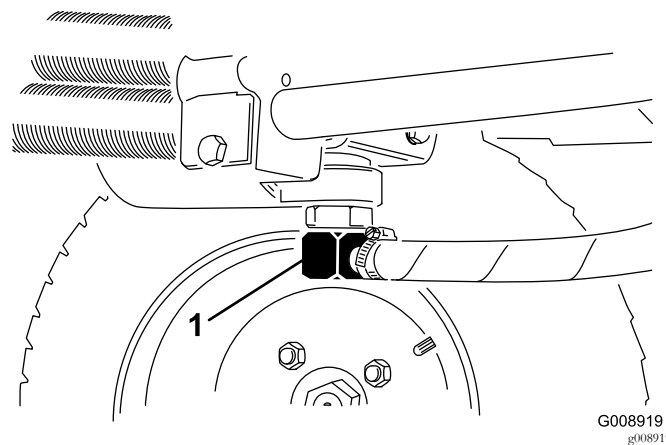
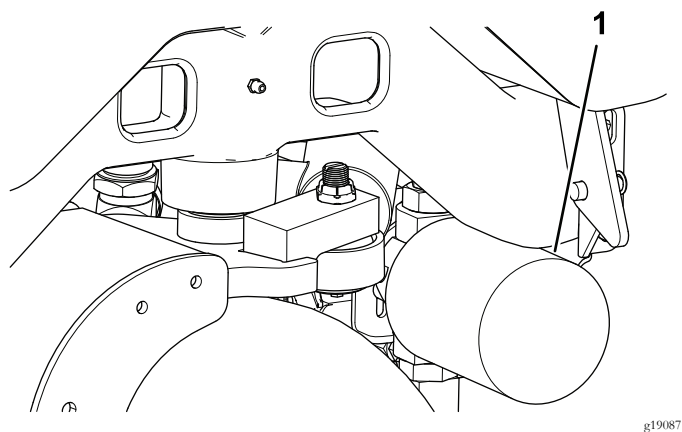

Figura 74
Figura 75
2. Scollegate il tubo idraulico (Figura 74) o togliete il filtro idraulico (Figura 75) e lasciate defluire il fluido idraulico in una bacinella.
4. Collocate una bacinella di spurgo sotto il filtro (Figura 75), e togliete il filtro.